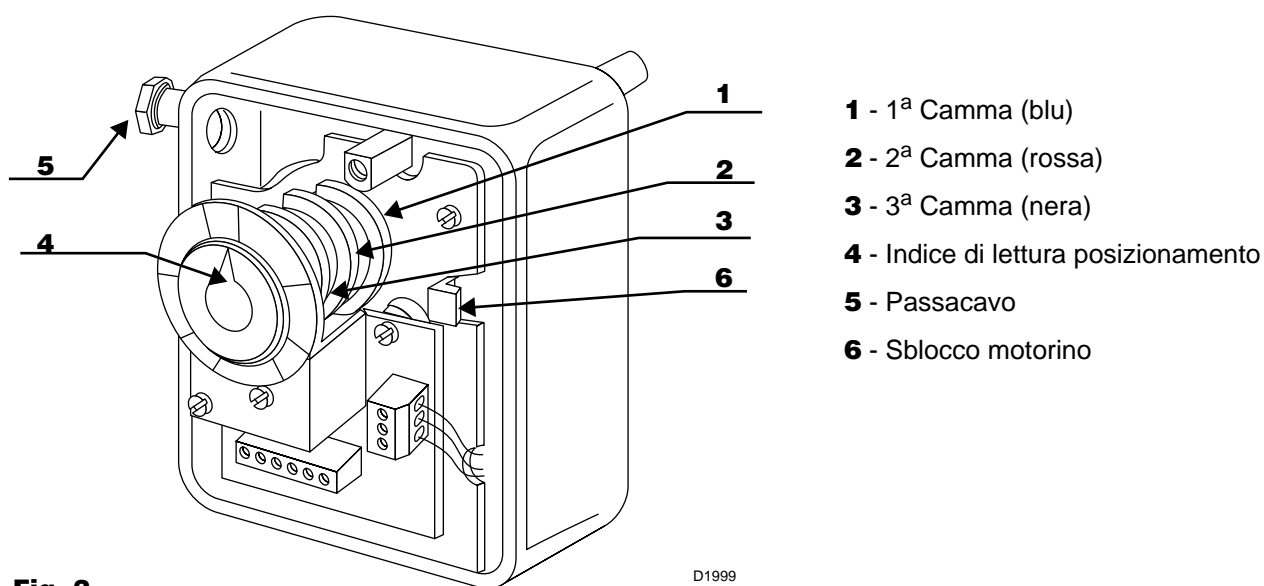

Fig. 2
- Sbloccare la camma 1) fig.5 dal motorino del servomotore premendo lo sblocco 6) fig.2.